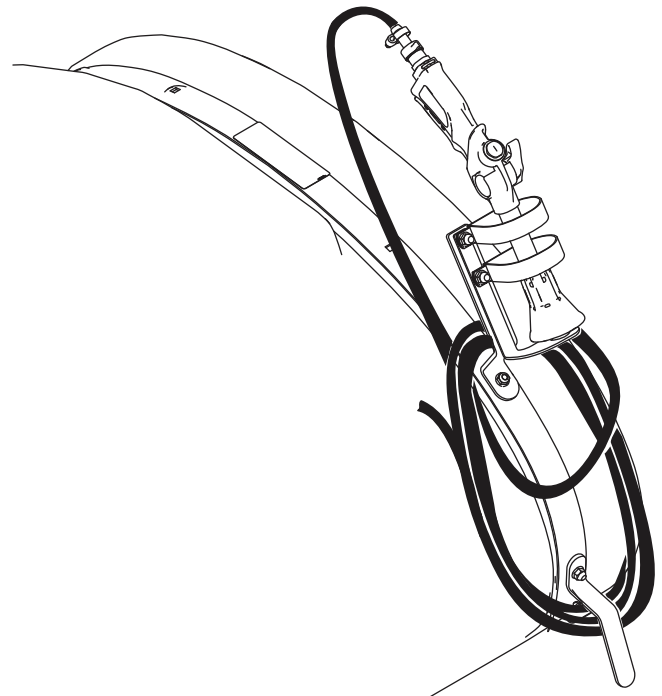

Bild 13
5. Wickeln Sie den Schlauch um die Haken am Behälter und setzen Sie die Spritzpistole in die Pistolenhalterung, wie in Bild 13 abgebildet.